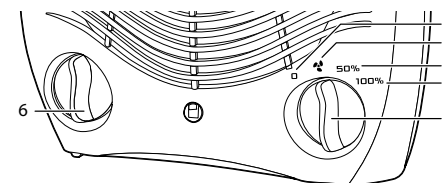

Рис. 2
ПЕРЕД ПОДКЛЮЧЕНИЕМ ПРИБОРА к электросети переведите ручку управления тепловентилятором **5** в положение **1** (Рис. 2). Ручку управления нагревом **6** поставьте ближе к «–» вращая против часовой стрелки. Затем подключите тепловентилятор к электросети. Включите вилку шнура питания в розетку с напряжением 220–240 В и частотой 50 Гц.
Поверните ручку управления нагревом **6** (Рис. 2) по часовой стрелке, как указано на изображении в сторону плюса до характерного щелчка.
Для включения прибора в режиме вентиляции (без нагрева) переведите переключатель режимов **5** в положение 2 (Рис. 2).
Чтобы включить прибор в режиме обогрева, поверните переключатель режимов **5** (Рис. 2) по часовой стрелке в положение 3 для использования частичной мощности обогрева или в положение 4 – для полной мощности обогрева помещения.
1. Переведите переключатель режимов **5** (Рис. 2) в положение 2 (вентиляция).